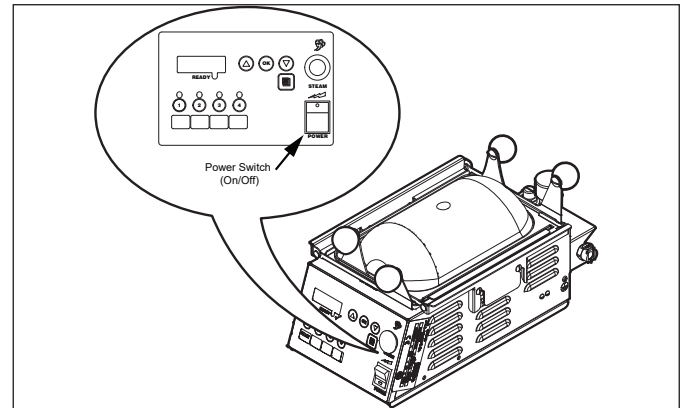

Figura 5. Panoul de comandă și comutatorul de alimentare.
1. Apăsăți și mențineți butonul **PROGRAM** (Programare) până când mesajul "CYC" este afișat (figura 5.), apoi eliberați butonul **Program** (Programare).
**OBSERVAȚIE:** Pentru a salva modificările programării, asigurați-vă că apăsați butonul **PROGRAM** (Programare) (figura 5) imediat ce sunt efectuate modificările.